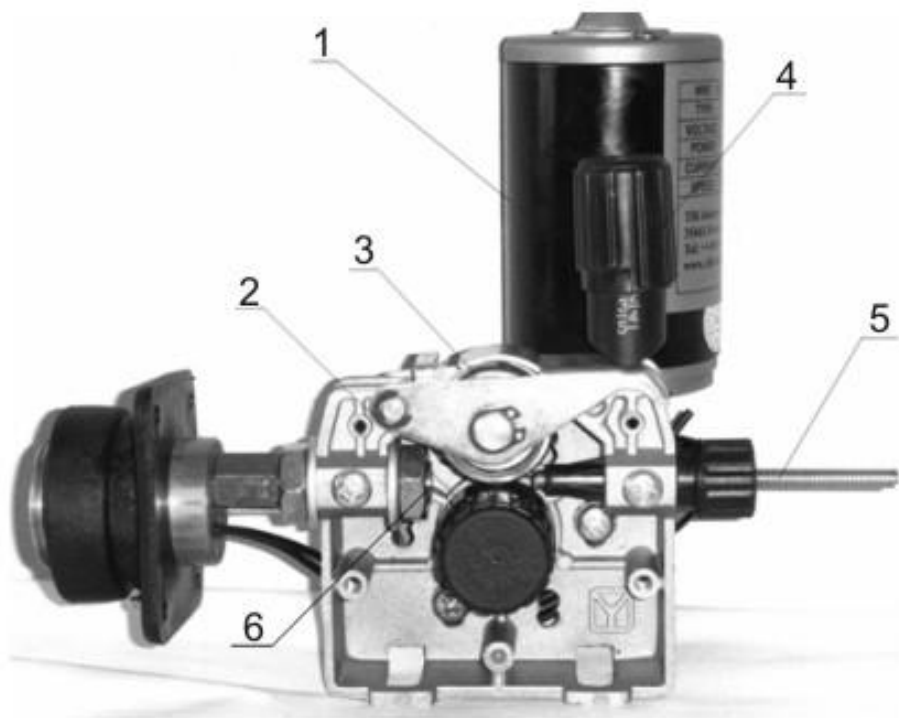

Рисунок 2 – Механизм подачи
5.4 Механизм подачи источника состоит (рисунок 2) из мотор-редуктора (1), ведущего ролика с двумя канавками для сварочной проволоки (2), прижимного ролика (3), винта регулировки усилия прижима (4), направляющей пружины (5) и ряда вспомогательных элементов (в связи с постоянным совершенствованием и модернизацией источника подающий механизм может отличаться от приведенного на рисунке).
7.4 Вставьте сварочную проволоку через направляющую пружину (5) между роликами (2,3) в приемное отверстие разъема подключения сварочной горелки (6) (см. рисунок 2), прижмите проволоку в канавку ведущего ролика (2), зафиксируйте ее прижимным роликом (3). Винтом (4) установите усилие прижима, достаточное для подачи проволоки.